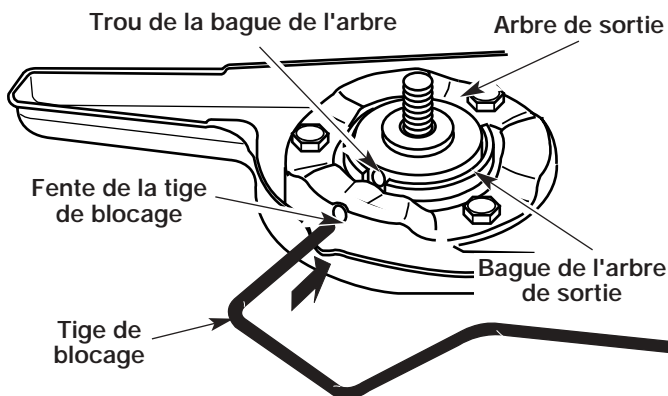

Fig. 14
1. Alignez le trou de la bague de l'arbre avec la fente de la tige de blocage, puis insérez la tige dans le trou de la bague (Fig. 14).
- Alignez le trou de la bague de l'arbre avec la fente de la tige de blocage, puis insérez la tige dans le trou (Fig. 14).